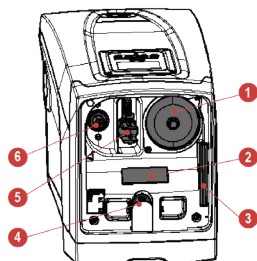

Figure 3
- Le logement technique permet d'accéder à (voir Fig.3) :
Le vase d'expansion est pré-chargé d'air sous pression à l'aide de la vanne accessible depuis le logement technique (Fig.3, point 1). La valeur de pré-charge avec laquelle le vase d'expansion est fourni par le constructeur correspond aux paramètres SP et RP paramétrés par défaut, et répond en tout cas à la formule suivante: